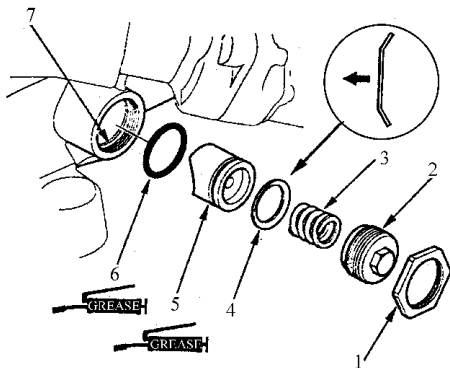

图 7-35 拆卸齿条导轨螺杆
1) 如图 7-35 所示，松开锁紧螺母，然后，从转向机上拆卸齿条导轨螺杆、碟形垫圈、弹簧和齿条导轨。